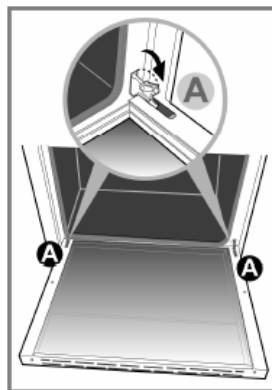

Figure 1
Relevez les leviers (A) se trouvant sur les 2 charnières de la porte vers l'avant jusqu'à ce qu'ils atteignent le butoir (Figure 1).